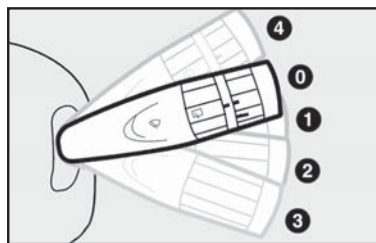

fig. 57
**ADVERTÊNCIA:** com o clima muito úmido não é aconselhado o uso prolongado do ar-condicionado nas posições  ou . A diferença entre a temperatura externa e a do para-brisa pode causar embaçamento do lado externo do para-brisa, causando perda de visibilidade. Se isso ocorrer, acione a alavanca do limpador do para-brisa fig. 57.
## Limpador/lavador do para-brisa - fig. 57